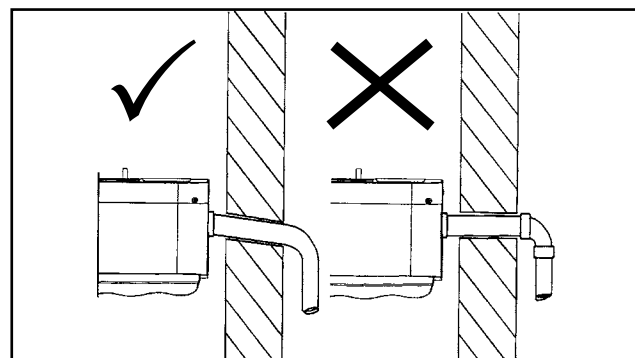

Figura 20
- Assegure-se que a unidade esteja nivelada, com uma pequena inclinação para o lado da drenagem - aproximadamente 2° (figura 20).